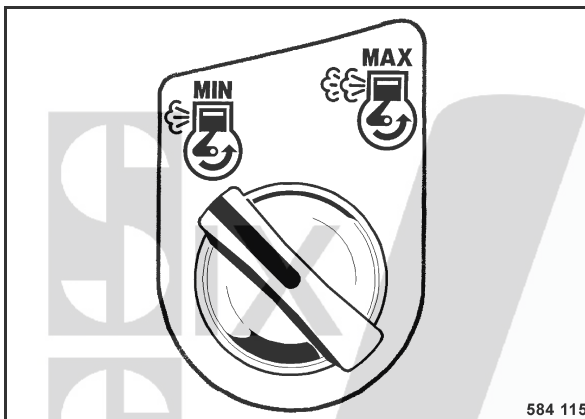

fig. 36
- Positionner l'interrupteur rotatif (fig. 36) sur „Min“ (ralenti).